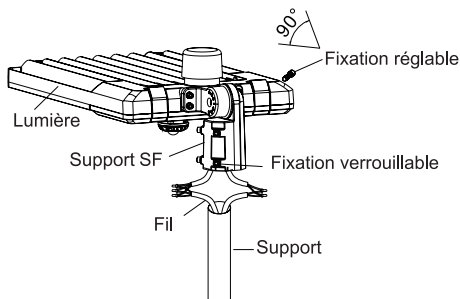

Figure 9
Étape 1 : Desserrer les quatre boulons du support à raccord coulissant, connecter les fils du luminaire aux conducteurs d'alimentation appropriés, puis tirer les fils à l'intérieur du poteau. (Fig. 9)
Remarque : L'angle est ajustable de 0 à 90°. (Fig. 9)